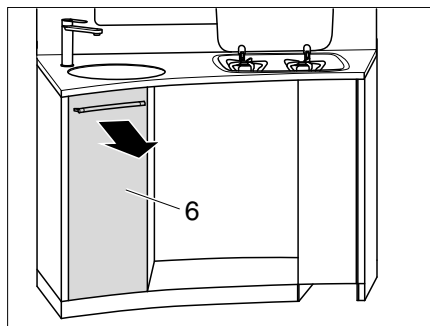

Fig. 130 Retirer le tiroir de cuisine haut
- Retirer le tiroir de cuisine haut (Fig. 130,6).